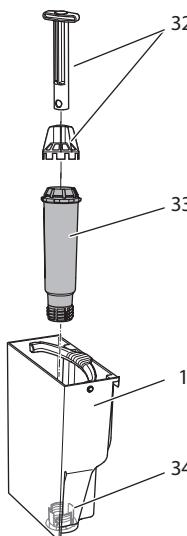

Fig. 19: Montaggio e smontaggio del filtro dell'acqua
- Rimuovere il filtro dell'acqua (vedere Fig. 19 a pagina 131).
9. Installare un filtro nuovo nel serbatoio dell'acqua (vedere Fig. 19).
3. Rimuovere il filtro dell'acqua (vedere Fig. 19).